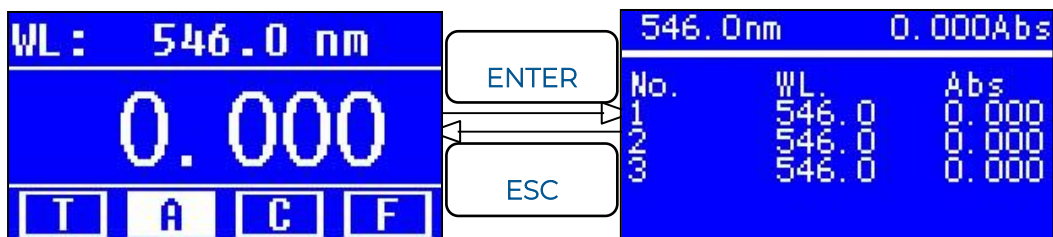

Figura 8
- En la interfaz principal, presione la tecla MODE para mover el cursor a "A", verá el valor actual de absorbancia de la muestra. Presione ENTER para entrar a la interfaz de medición continua (figura 8).